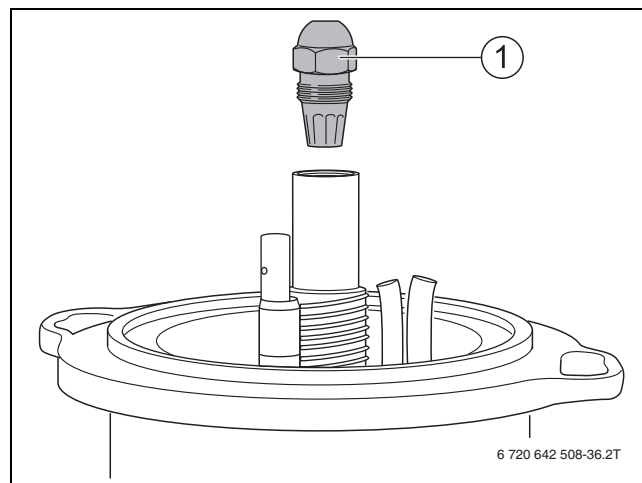

Fig. 38 Desserrer l'injecteur
- Dévisser le gicleur (→ fig. 38, page 23).